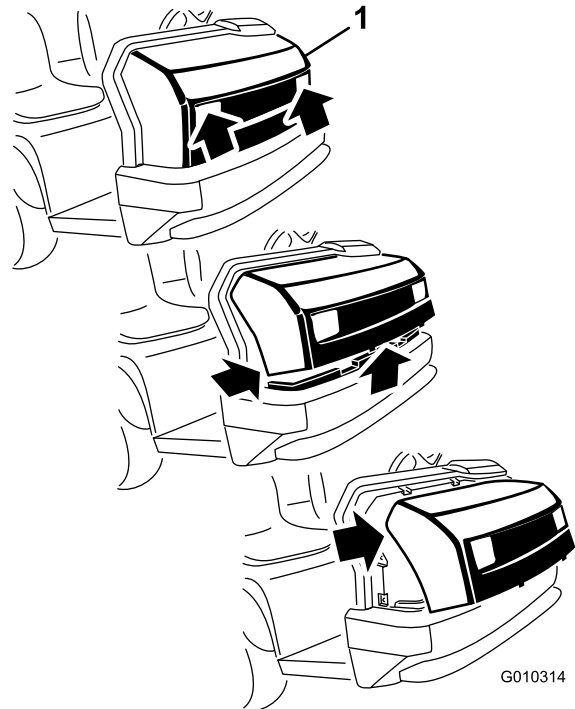

Figura 6
- 1. Afferrate il cofano dalle aperture dei fari, sollevatelo per sganciare le linguette di montaggio inferiori dalle fessure del paraurti (Figura 6).
- 2. Ruotate verso l'alto la parte inferiore del cofano in modo da estrarre le linguette di montaggio superiori dalle fessure del telaio (Figura 6).
- 3. Ruotate in avanti la parte superiore del cofano e staccate i connettori a filo dai fari (Figura 6).